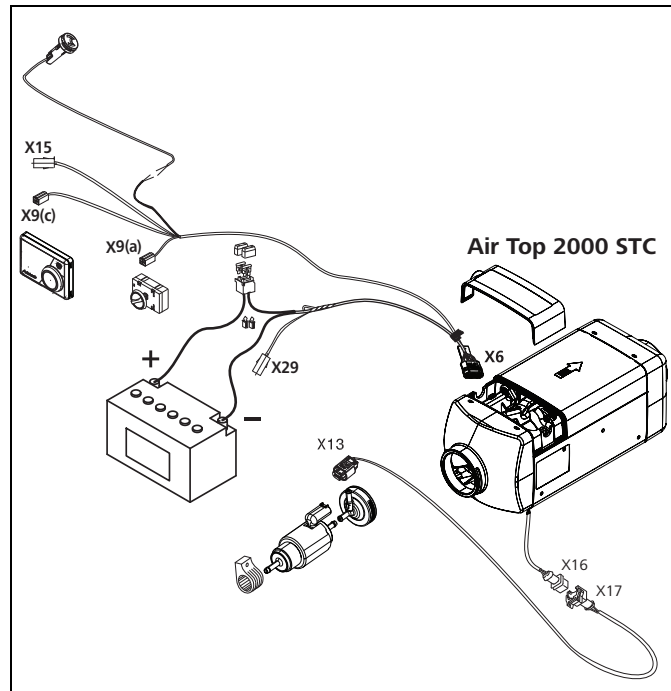
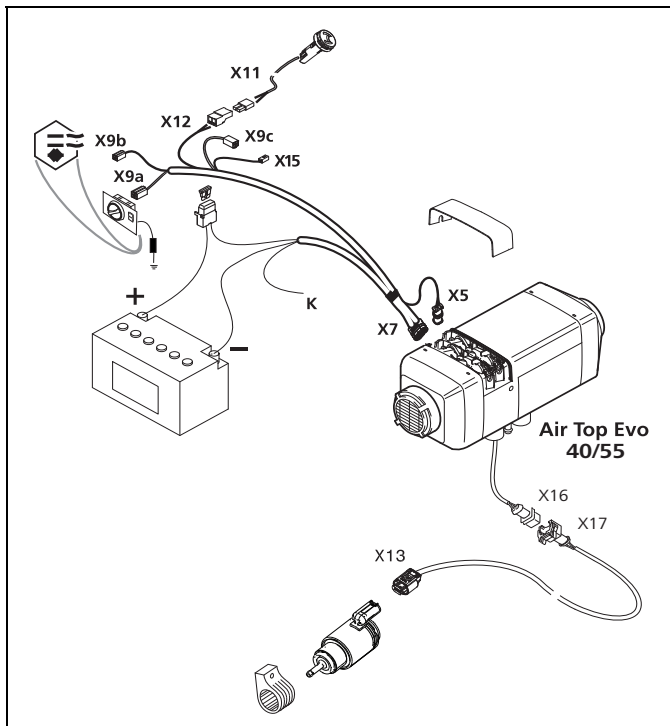

bild 32 Kabelstam Air Top 2000 STC
bild 33 Kabelstam Air Top Evo 40/Air Top Evo 55
Bild 32 och Bild 33 visar kabelstammarna för Air Top 2000 STC och Air Top Evo 40/Air Top Evo 55
- Kabelstammen till Air Top Evo 40/Air Top Evo 55 har ledningen K (Bild 33, färg rd/sv) för alternativ användning av en batterifrånskiljare eller en extra driftindikering.